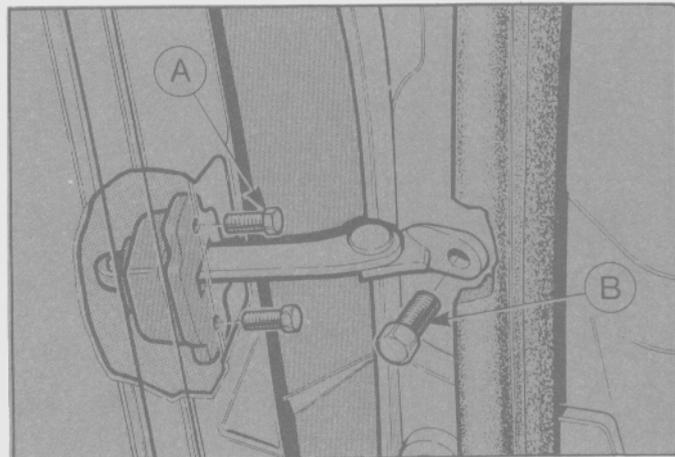

Fig. 347 - Conjunto de brazo limitador de puerta.
- Retirar los dos tornillos que sujetan el brazo limitador a la puerta y retirar el brazo del interior de la puerta (Fig. 347).